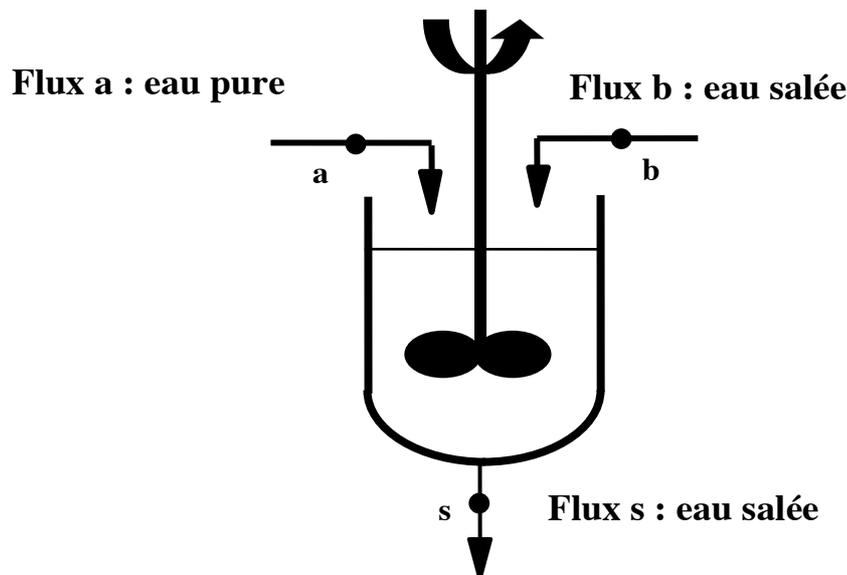

Figure 3
4. On considère le dispositif schématisé figure 3 : il s'agit d'un mélangeur fonctionnant à  $25 \text{ }^\circ\text{C}$  en régime stationnaire. Il reçoit en entrée deux flux de matière a et b et on soutire le flux s. Les flux d'entrée sont définis comme :